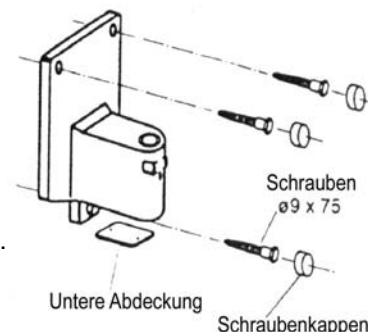

Abbildung 2
1. Montage des Wandadapters (ABB. 2):